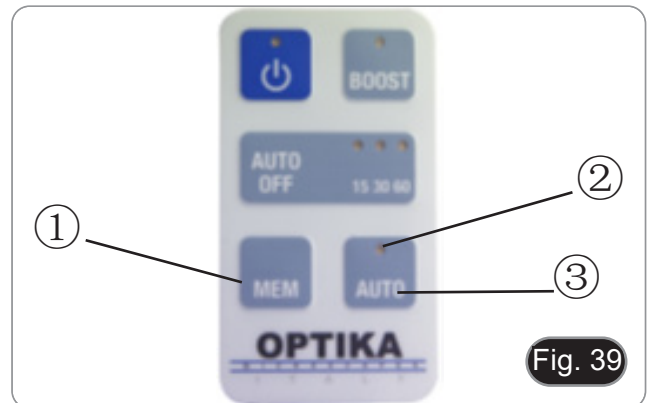

Fig. 39
2. Pressione o botão MEM ① (Fig. 39). A luz sob o microscópio se apaga por alguns segundos e se acende novamente.
3. O LED ② no botão AUTO ③ acende para indicar que o sistema está activo.